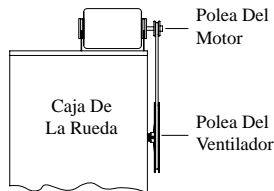

Fig. 3
- **Instale la polea del motor.** Instale la polea ajustable del motor para que quede alineada con la polea del ventilador (véase fig. 3) y apriete el tornillo.